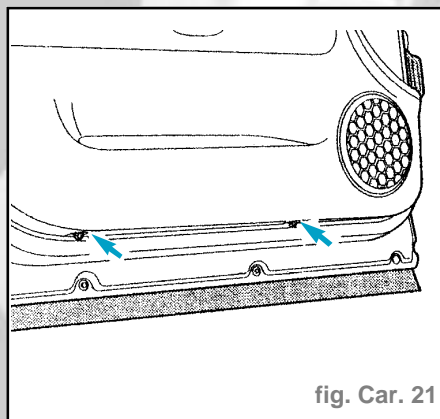

fig. Car. 21
- Dévisser les vis (flèches) (fig. Car 21).